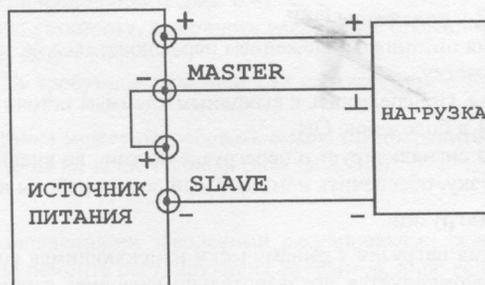

Рис. 6.4. Подключение нагрузки к источнику положительного/ отрицательного напряжения
Органы управления и индикации передней панели изображены на рис. 6.4
- При необходимости питать нагрузку одновременно напряжением положительной и отрицательной полярности подключение произвести в соответствии с рис. 6.4. В этом случае выходное напряжение соответствующей полярности будет изменяться от 0 до номинального значения.
Гнездо предохранителя находится на задней панели (см. рис. 6.4).
Конструкция первичной обмотки трансформатора позволяет использовать для питания прибора следующие величины сетевого напряжения: 100, 120, 220 или 240 В и частотой 50 Гц. Установка требуемого напряжения питания выполняется с помощью переключателей АС на задней панели прибора (рис. 6.4).